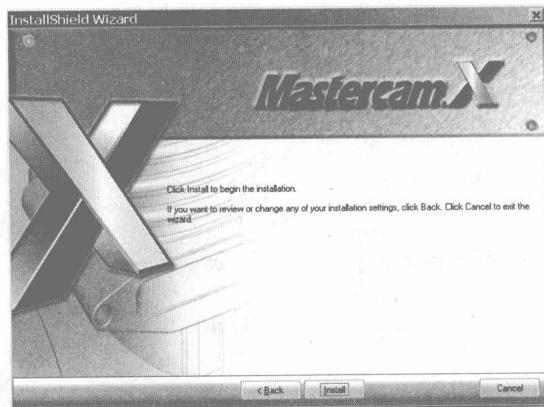

图 1.8 InstallShield Wizard 对话框第 6 步
(7) 打开 InstallShield Wizard 对话框第 6 步(确认安装), 如图 1.8 所示, 单击 Install 按钮, 开始安装该软件。